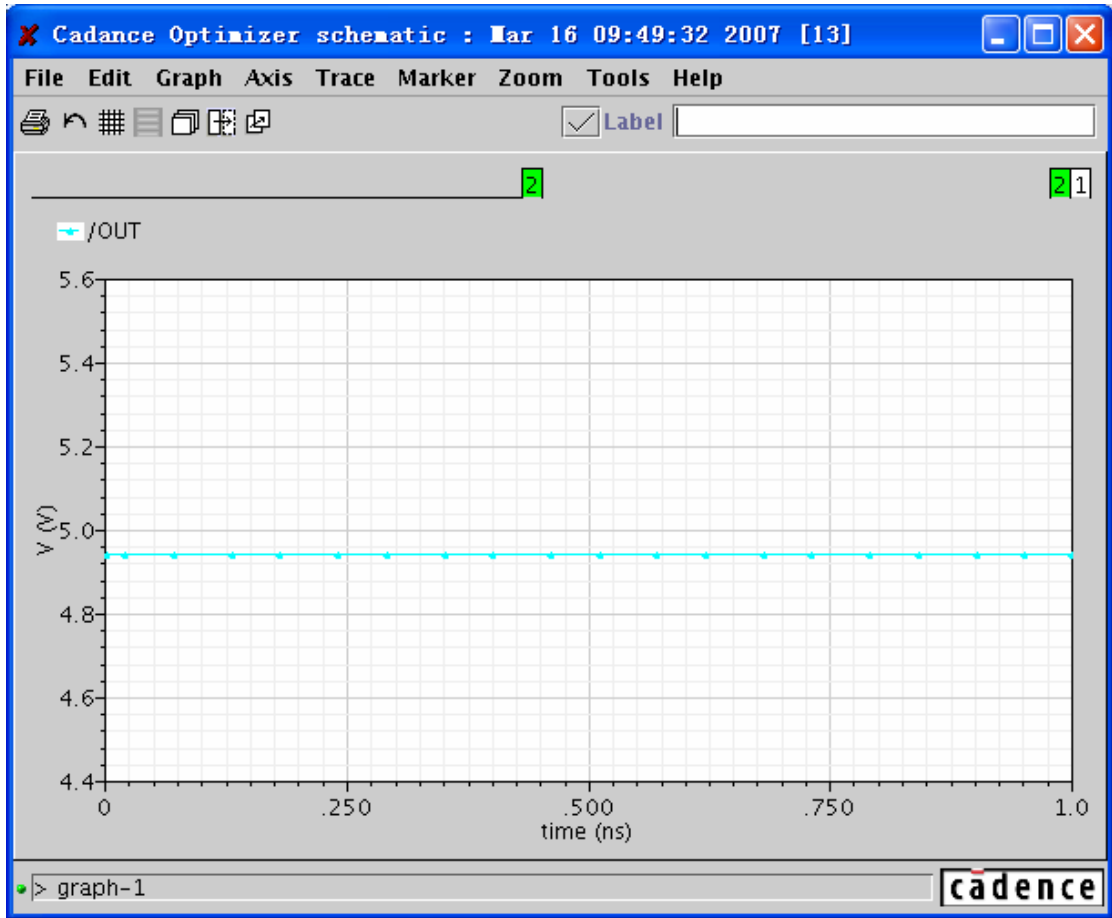

图 12.4 选择 “Graph” → “Layout Card” 后，每个子窗口与 “Waveform” 窗口同等大小
- 选择“Graph” → “Layout Card”：选择这种方式后，每个子窗口都将拥有和“Waveform”窗口同等的大小。因此子窗口堆叠在一起，只有最上面一个被显示。此时通过右上角处的图表编号选择显示的子窗口。选中子窗口的编号将变成绿色，如图 12.4 所示。